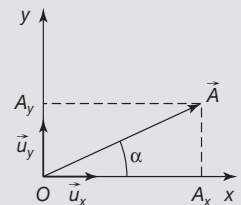

Figure 1
- **Coordonnées d'un vecteur** : on décompose le vecteur par projection sur les divers axes d'un repère. Par exemple, pour un vecteur situé dans le plan xOy (Fig. 1) :